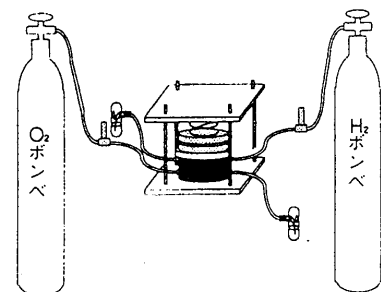

図 2. 固体高分子形燃料電池の発電実験
- ① 白金の微細粒子がまぶしてある炭素粉末と溶媒をよく混合して、電極ペーストを作ります。
- ② カーボンペーパー (炭素繊維を多孔質薄板にしたもの) に、電極ペーストをコートします。
- ③ 2 枚の電極で、固体高分子イオン交換膜をサンドイッチして、電池を組み立てます。
- ④ 図 2 のような燃料電池の一方に、水素ガスを、他方に酸素ガスを流します。2 つの電極の間の電圧をデジタルテスターで測定しよう。豆電球、モーター、風車などをつないで動かしてみよう。